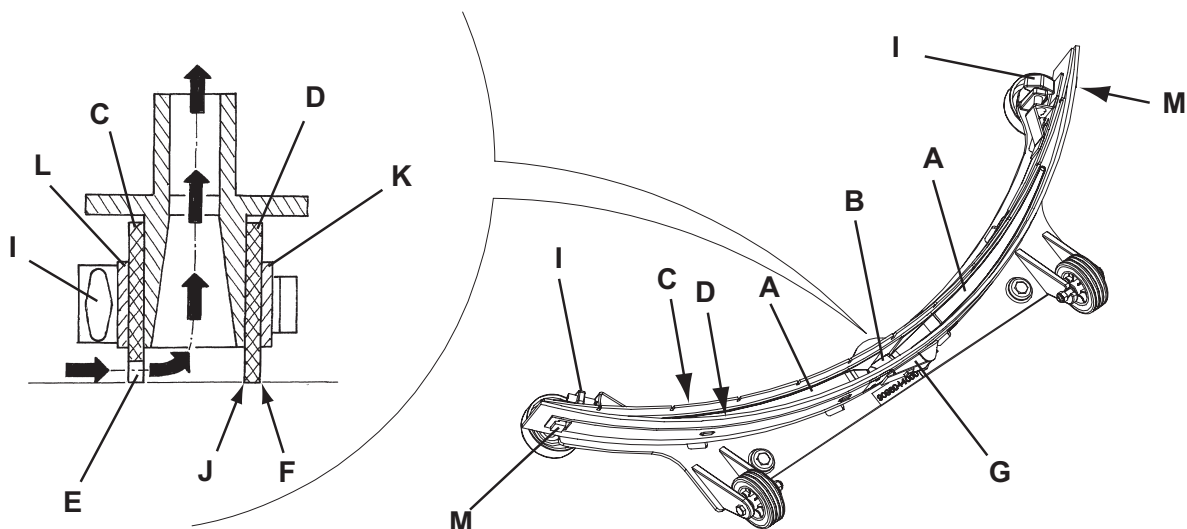

Abbildung 3
1. Die Sauglippe (Abb. 3) reinigen, und dabei wie angegeben im vorhergehenden Abschnitt vorgehen.
2. Prüfen dass der Saum (E, Abb. 3) des Vordergummis (C) und der Saum (F) des Hintergummis (D) gleichzeitig auf einem flachen Fußboden über ihre ganze Länge ruhen, ansonsten in der Höhe wie folgt beschrieben einstellen:
- Den Zugstab (G) entfernen und die Befestiger (M) lösen, das Hintergummi (D) einstellen und die Befestiger ankuppeln und den Zugstab installieren.
- Die Handräder (I) lockern und das Vordergummi (C) einstellen, schließlich die Handräder anschrauben.
3. Prüfen dass das Vordergummi (C) und das Hintergummi (D) vollständig sind und keine Schnitte und Risse aufweisen, ansonsten sie wie folgt ersetzen. Prüfen auch dass das Hintergummi keine abgenutzten Vorderkanten (J) hat; ansonsten das Gummi umkehren und auf seinen Platz eine von den drei noch vollständige Kanten anbringen. Wenn auch die drei anderen Kanten abgenutzt sind, das Gummi ersetzen und dabei wie folgt vorgehen:
- Den Zugstab (G) entfernen, die Befestiger (M) lösen und den Sperrstreifen (K) entfernen, schließlich das Hintergummi (D) ersetzen/umkehren. Das Gummi in der umgekehrten Reihenfolge des Ausbaus einbauen.
- Die Handräder (I) ausschrauben und den Sperrstreifen (L) entfernen, schließlich das Vordergummi (C) ersetzen. Das Gummi in der umgekehrten Reihenfolge des Ausbaus einbauen.